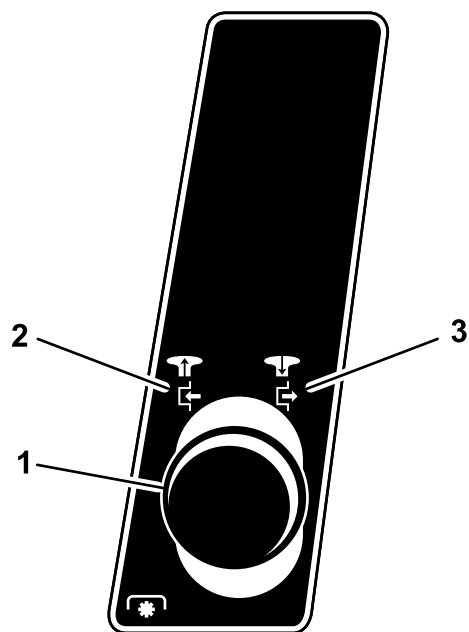

Bild 6
2. Ziehen Sie das ZWA-Handrad heraus in die Ausgekuppelt-Stellung (Bild 6).
2. Drücken Sie das Zapfwellenantriebshandrad (ZWA) rein in die Auskuppeln-Stellung Bild 6).